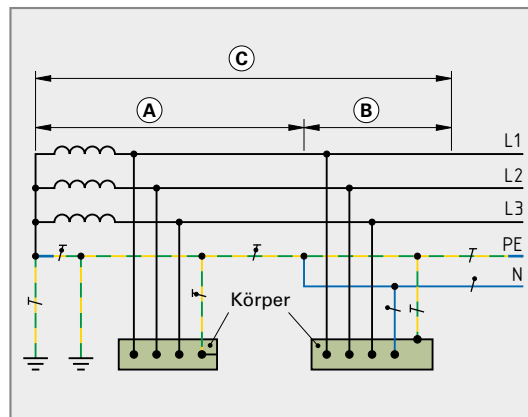

Bild 1: Verteilungssystem zu Frage 2
1. Welcher Begriff in **Bild 1** passt zu seiner Beschreibung in Bild 1?